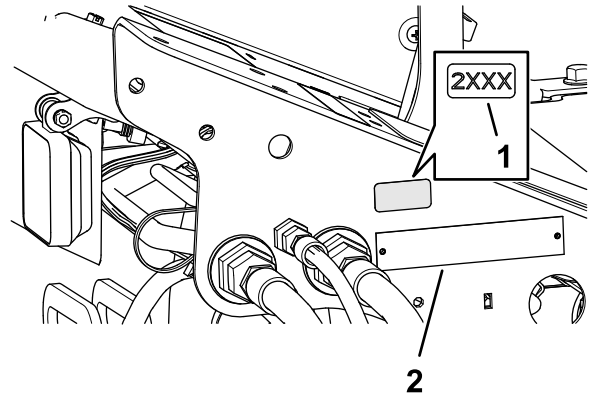

Bild 38
1. Verwenden Sie Reinigungsalkohol und einen sauberen Lappen, um den Bereich der Bodenplattenhalterung zu reinigen, und lassen Sie Halterung trocknen (Bild 38).